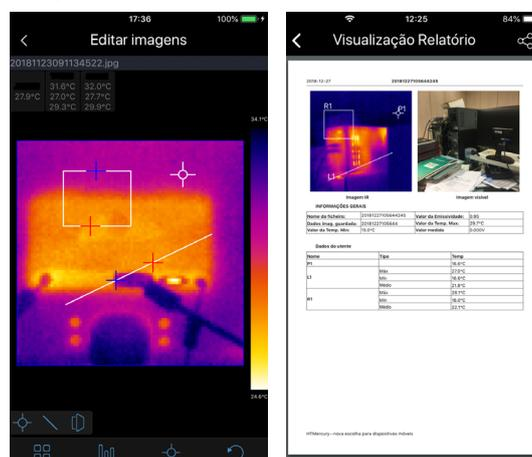

Fig. 21: Aplicações do APP HTMercury
1. Premir o botão **ESC/** para ativar a modalidade Manual. Os valores da temperatura ficam fixos dentro de uma estrutura com fundo cinzento e o símbolo  é apresentado no display (ver Fig.21 – parte esquerda)
2. Premir o botão **▲** para configurar o valor da temperatura superior. No display é apresentado o seguinte ecrã (ver Fig.21 – parte central).
4. Seleccionar o botão virtual “” para eliminar o valor, premir o botão **T** para fixar qualquer valor e seleccionar o botão virtual “**Enter**” para confirmar o valor (ex: 35.0°C na Fig. 21 – parte central) e sair da configuração.
6. A visualização do objeto no modo Manual é apresentada na Fig. 21 – parte direita.